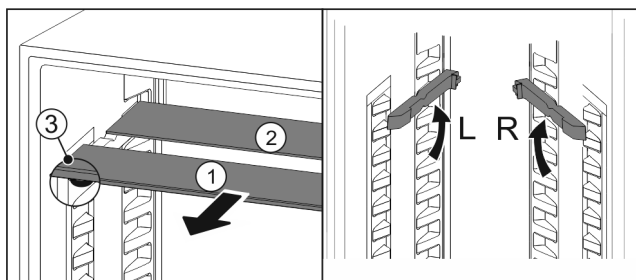

Fig. 194
- ▶ Skleněné desky jednotlivě vytáhněte dopředu Fig. 194 (1).
- ▶ Skleněná deska Fig. 194 (1) s ozdobnou lištou leží vpředu.
- ▶ Zářky Fig. 194 (3) směřují dolů.